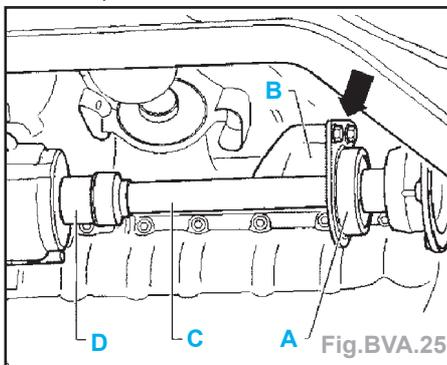

Fig.BVA.25
- Dévisser le palier (A) pour l'arbre à bride du support de boîte (B) (flèche) (Fig. BVA.25).